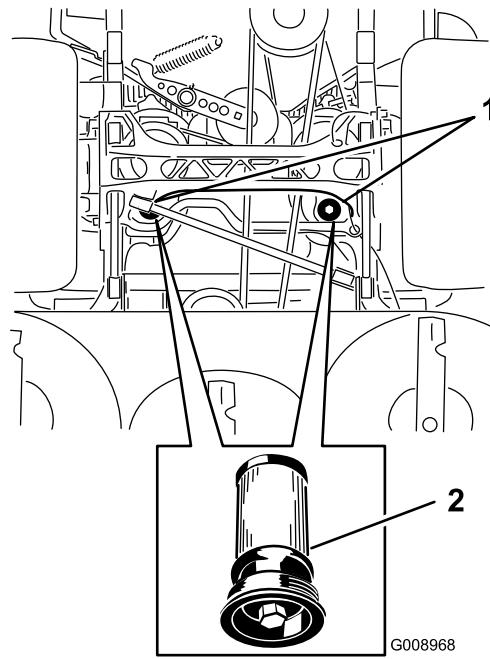

Figure 96
5. Placez un bac de vidange sous le filtre, retirez le filtre usagé et essuyez la surface (Figure 96).
6. Appliquez une fine couche de liquide hydraulique sur le joint en caoutchouc du filtre de recharge (Figure 96).